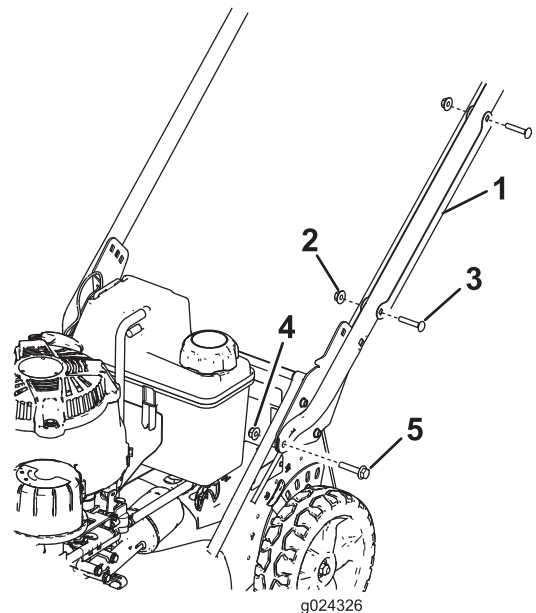

Bild 3
- Entfernen Sie die zwei Schlossschrauben und zwei Sicherungsmuttern, mit denen der Kabelschutz am Bügel befestigt ist, um den Kabelschutz abzunehmen (Bild 3).
- Befestigen Sie die Holmenden mit zwei Sechskantbundschauben (5/16" x 1-1/2") und zwei Bundmuttern (5/16") am Maschinengehäuse, wie in Bild 3 abgebildet.
6. Legen Sie den Kabelschutz so auf den Bügel, dass die Kabel im Schutz verlaufen, und befestigen Sie den Kabelschutz mit den vorher entfernten zwei Schlossschrauben und zwei Bundmutter am Bügel (Bild 3).